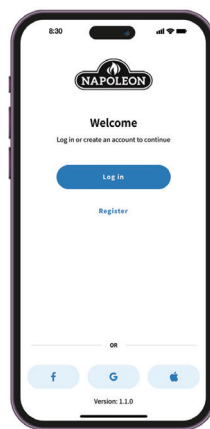

Fig. 1
1. Registra un account con l'**app Napoleon Home** OPPURE accedi utilizzando le informazioni del tuo account Facebook, Google o Apple. (Fig. 1)